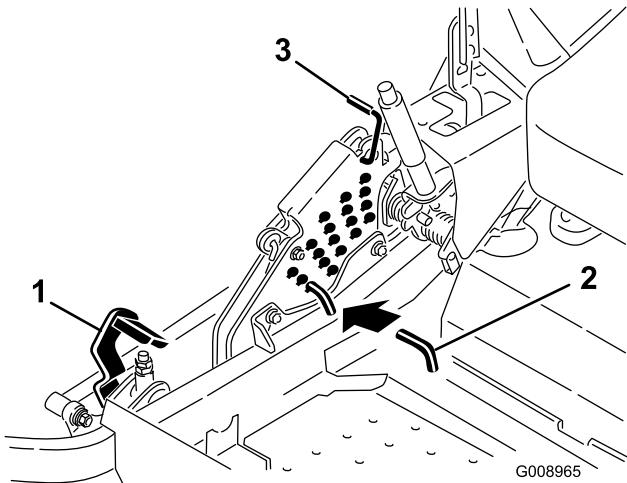

Figura 87
5. Empuje el pedal de elevación de la plataforma hacia delante del todo; la plataforma se enganchará en la posición de transporte de 14 cm (5-1/2 pulg.) (Figura 87).